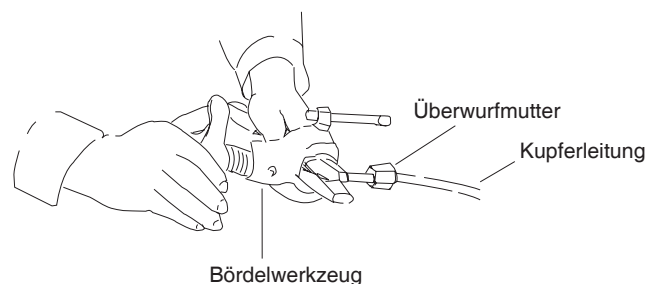

Abb. 5-3
- (3) Die Überwurfmutter vom Gerät abnehmen und an der Kupferleitung anbringen.
- (4) Das andere Ende der Kupferleitung mit dem Bördelwerkzeug nun ebenfalls aufweiten.* (Abb. 5-3)